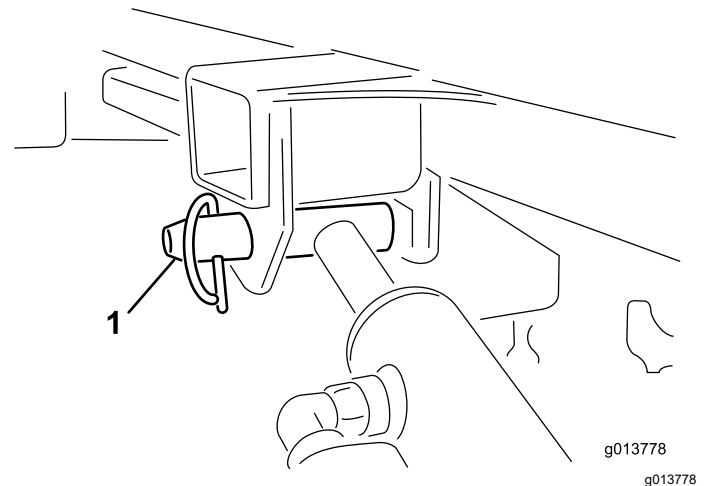

Figura 53
11. Susinei cilindrul de ridicare cu o mână. Cu cealaltă mână, îndepărtați tiftul de blocare al cilindrului de ridicare (Figura 53).